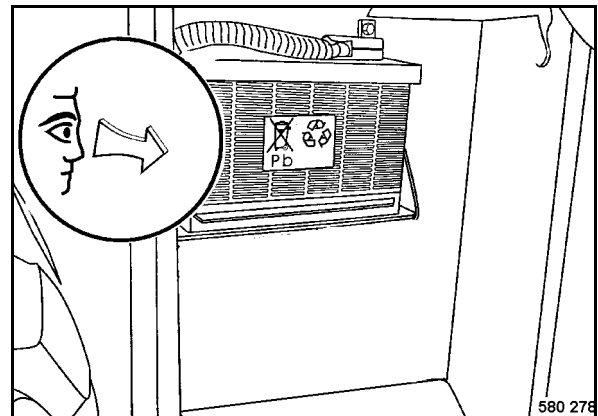

Fig. 142
- Desmontar la batería (Fig. 142) y limpiar el compartimiento de batería.